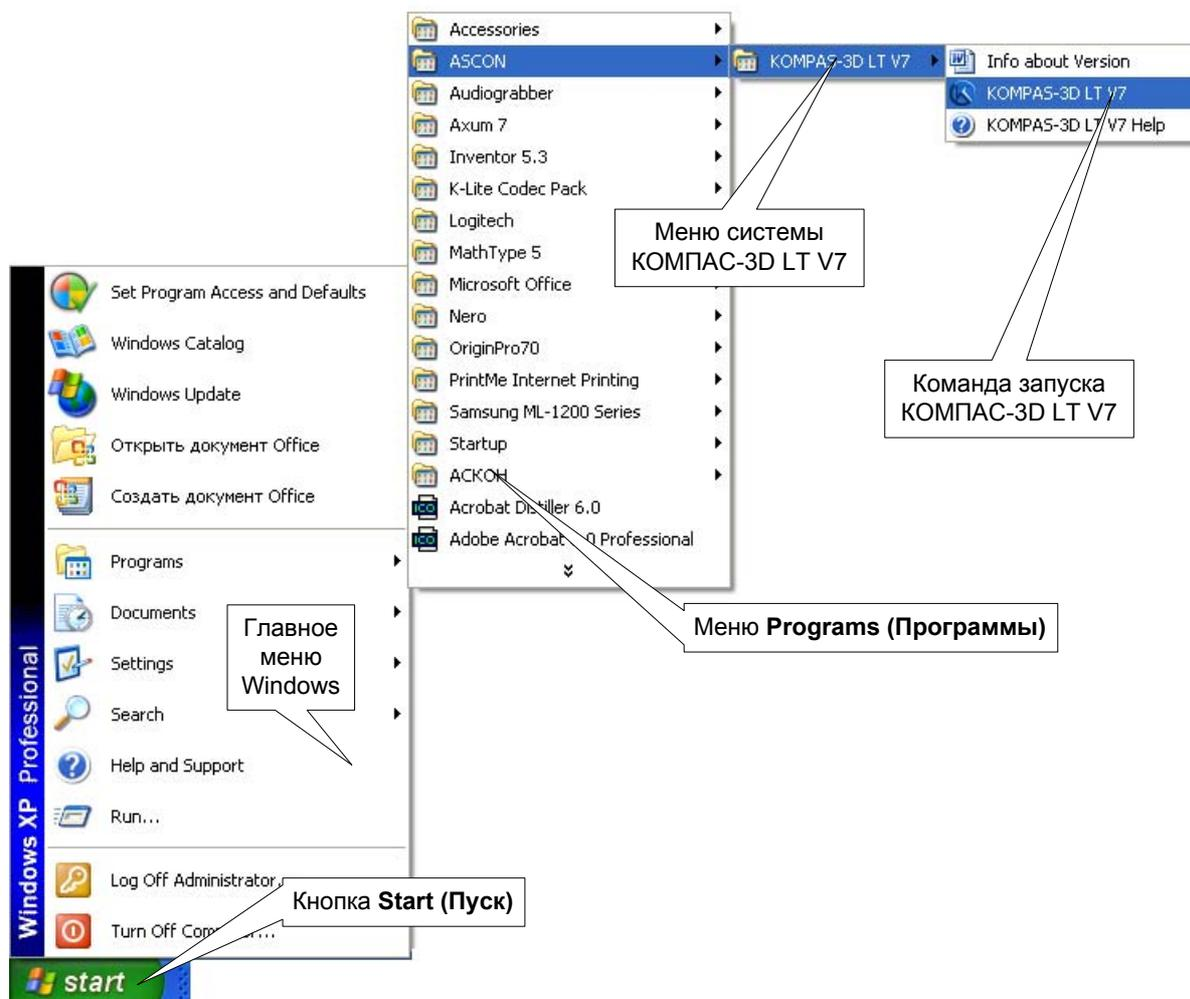

Рис. 1
1. Нажмите кнопку **Start** (или **Пуск** в русскоязычной версии Windows), которая расположена в левом нижнем углу экрана (рис. 1).